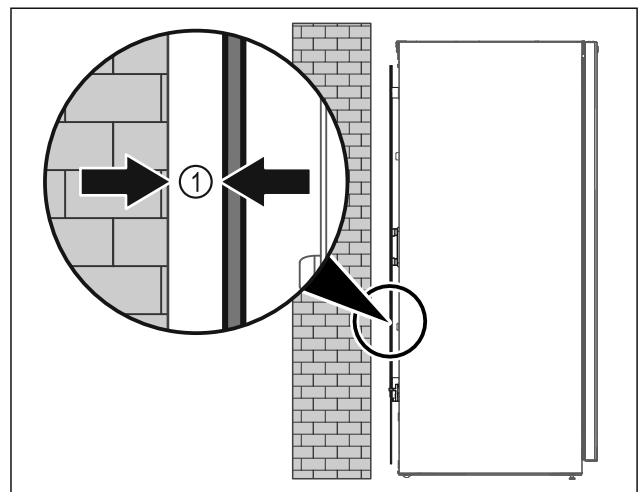

Fig. 8
- ▶ Posizionare l'apparecchiatura in un punto a piacere del locale (libera installazione) oppure addossato a una parete a una distanza minima di 5 mm Fig. 8 (1).